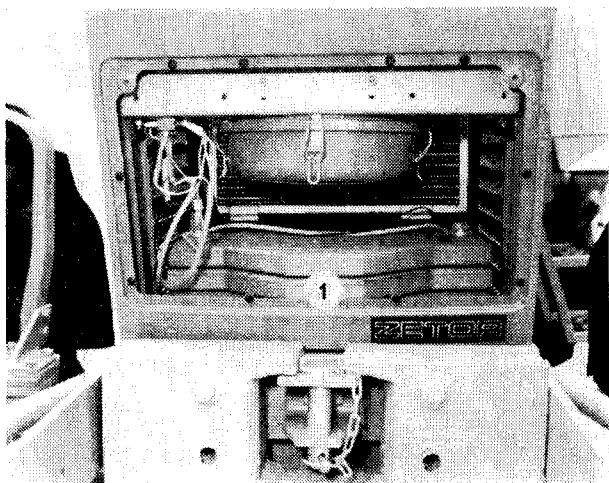

Fig. 29
- Gueuses avant se trouvent sous le capot du tracteur (fig. 29/1).